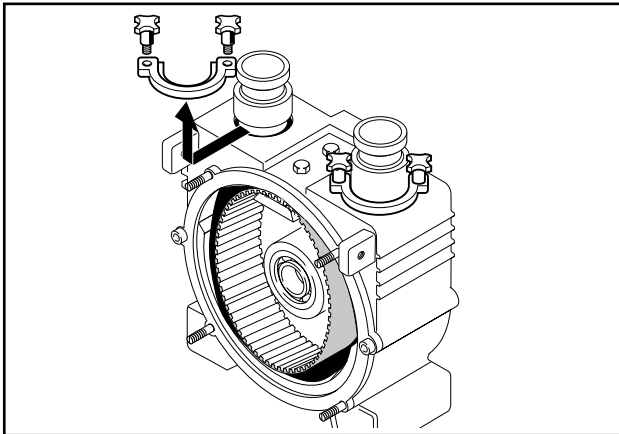

Fig. 17 Demontering holdekæber
7. Løsn begge holdekæber til fødeslangen og tag den af (fig. 17).